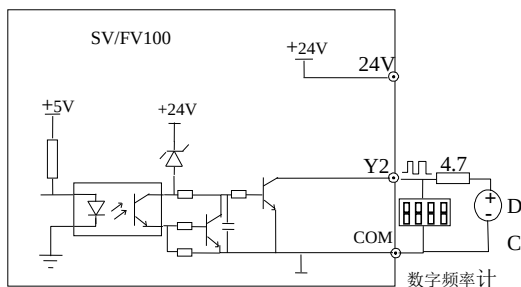

图 4-16 输出端子 Y2 连接方式 2
4. Y2 用作数字脉冲频率输出，也可使用外部电源，接线方式请参见图 4-16。